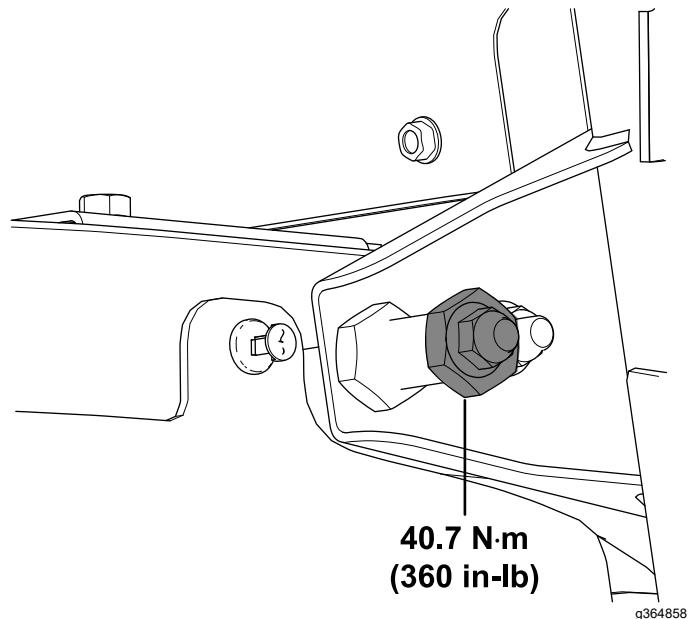

図 58
31. 図 58 のように、ロックナット 3/8" を 40.7 N·m 4.15 kg.m = 360 in-lb にトルク締めする。